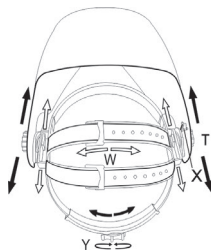

рис. 1
1. Длину окружности оголовья можно увеличить или уменьшить, вращая ручку с нажатием на затылочной части оголовья (см. «Y» на рис. 1). Данная процедура выполняется при надетой сварочной маске и позволяет получить натяжение, необходимое для надежной фиксации сварочной маски на голове.
2. Если наголовник сидит на голове слишком высоко или слишком низко, отрегулируйте ремень, который проходит через макушку. Для этого ослабьте конец ремня, выдавив стопорный штифт из отверстия на ремне. Переместите две части ремня относительно друг друга требуемую длину и вставьте стопорный штифт обратно (см. «W» на рис. 1).
1. Ослабьте гайки-фиксаторы (см. «Т» на рис. 1) и двигайте маску к или от вашего лица. Убедитесь, что расстояние между обоими глазами и светофильтром одинаковое, чтобы избежать неравномерного затемнения светофильтра.